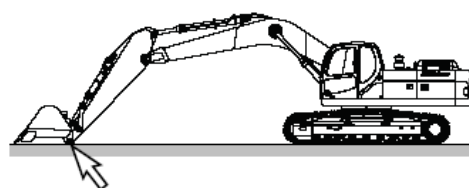

Рис. 16
1. Установить машину на плотном ровном грунте. Опустить стрелу и установить ковш на грунт, как показано на рис. 16.